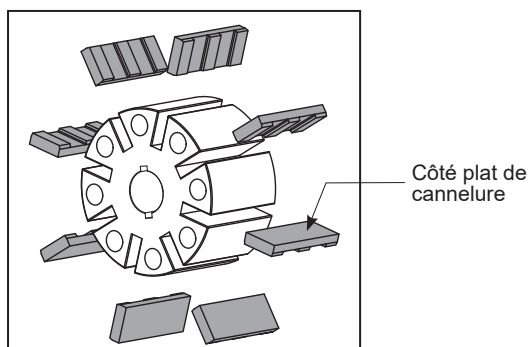

Figure 2a
6. Remplacez le rotor, la clavette d'arbre et les cannelures, en vous assurant que les cannelures sont orientées avec le côté plat faisant face vers l'avant (tel qu'illustré à la figure 2a).
6. Réinstallez le rotor, la clavette et les cannelures. (Figure 2A)